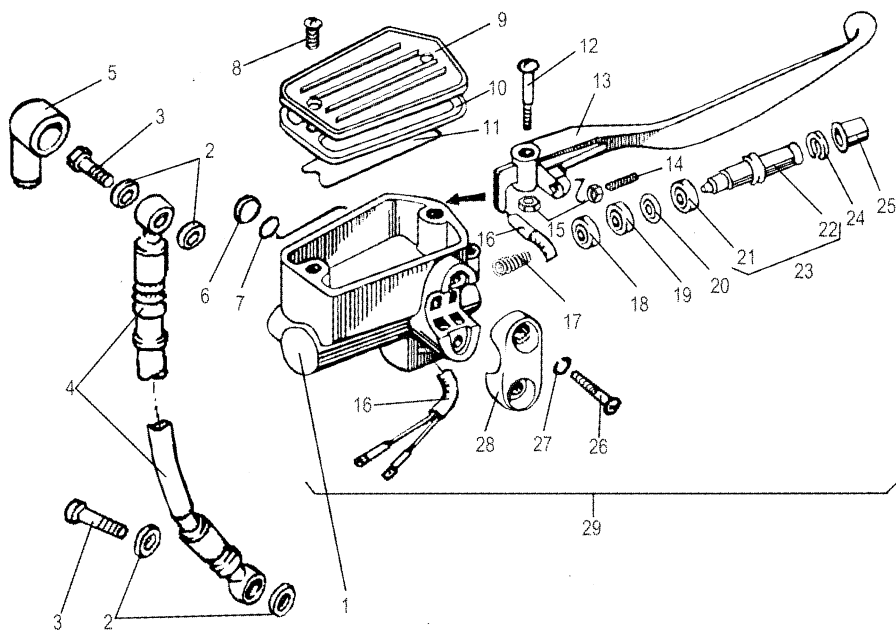

Рис. 4.11. Главный тормозной цилиндр гидропривода дискового тормоза:
Дисковый тормоз переднего колеса с гидроприводом состоит из: главного тормозного цилиндра 29 (рис. 4.11), расположенного на правой стороне руля, скобы 7 (рис. 4.12) тормоза, закреплённой на левой скользящей трубе передней вилки, тормозного шланга 4 (см. рис. 4.11), соединяющего главный тормозной цилиндр со скобой тормоза, и тормозного диска 1 (см. рис. 4.12), закреплённого шестью болтами 3 к ступице переднего колеса.
- отвернуть гайку 15 (см. рис. 4.11), открутить винт 12 и снять рычаг 13 тормоза;